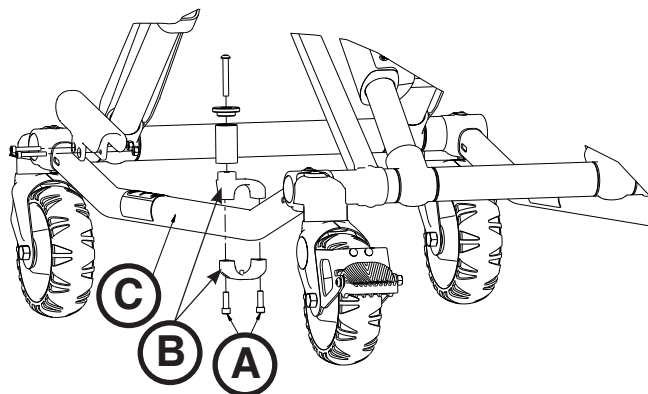

Figure 53
1. À l'aide d'un tournevis Torx T30, retirer les deux vis d'assemblage à six pans creux (A) qui maintiennent les supports (B) sur le châssis (C) (Figure 53). Conserver les deux vis pour les réinstaller.